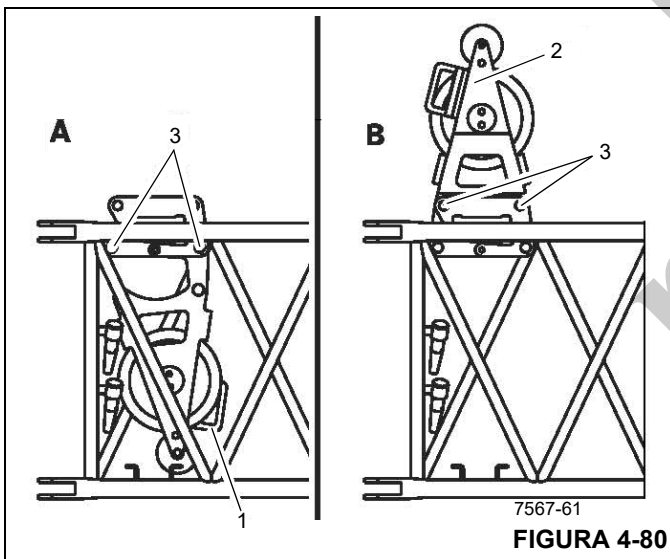

FIGURA 4-80
1. Remova os grampos de retenção dos pinos (3) (Figura 4-80).
2. Segure a polia defletora pela alça (1) e retire os pinos (3).
3. Dobre a polia defletora para cima pela alça (1) e insira os pinos (3).